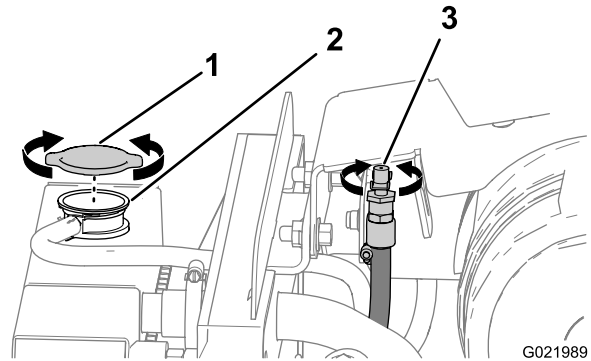
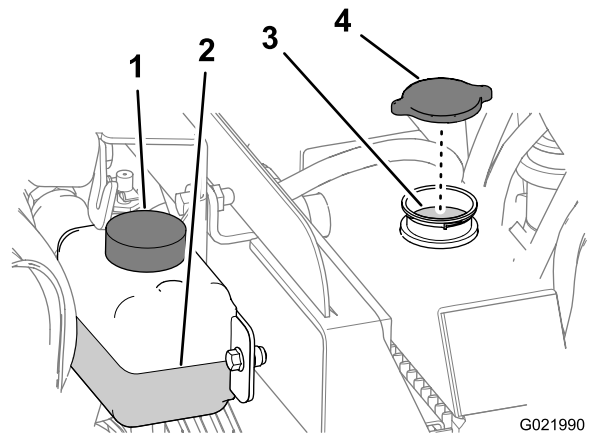

Figure 79
Figure 80
4. Ouvrez la valve de mise à l'air libre du moteur (Figure 79).
5. Enlevez le bouchon du goulot de remplissage du radiateur et vérifiez le niveau de liquide de refroidissement (Figure 79 et Figure 80).
6. Si le niveau de liquide de refroidissement est trop bas, faites l'appoint jusqu'à ce qu'il atteigne le bas du goulot de remplissage (Figure 80).
2. Enlevez le bouchon de radiateur (Figure 79 et Figure 80).
- B. Ouvrez la valve de mise à l'air libre (Figure 79).
- A. Ouvrez la valve de mise à l'air libre (Figure 79).
1. Enlevez le bouchon de radiateur (Figure 79 et Figure 80).
2. Ouvrez la valve de mise à l'air libre (Figure 79).